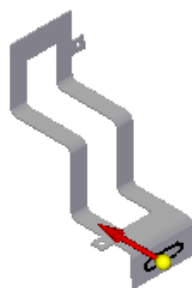

图 5.8.60 定义移除方向
(3) 定义法向除料特征属性。在命令条中单击“厚度剪切”按钮和“全部穿透”按钮，并将移除方向调整至图 5.8.60 所示的方向。